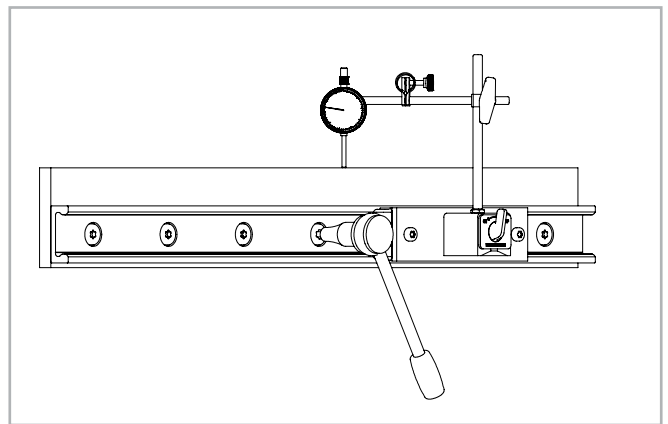

Abb. 68
(2) Montieren Sie eine Messuhr am Läufer so, dass Sie den Versatz der Schiene zu einer Referenzlinie messen können. Positionieren Sie den Läufer nun in der Mitte der Schiene und stellen die Messuhr auf Null. Bewegen Sie den Läufer um jeweils zwei Bohrabstände vor- und rückwärts und richten Sie dabei die Schiene sorgfältig aus. Befestigen Sie die drei mittleren Schrauben dieses Bereiches nun mit dem vorgeschriebenen Anzugsmoment, s. Abb. 68.